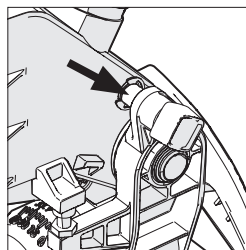

Fig. 16
- Assurez-vous que la tête de coupe soit en position verrouillée avec la goupille de verrouillage complètement engagée dans son support. (Voir Fig.16)
- Veillez à ce que la tête de coupe soit en position verrouillée avec la goupille de verrouillage complètement engagée dans son support. (**Fig. 16**)
- Retirez la goupille de la tête de verrouillage (**Fig. 16**) et permettez à la tête de coupe de monter dans sa position supérieure.